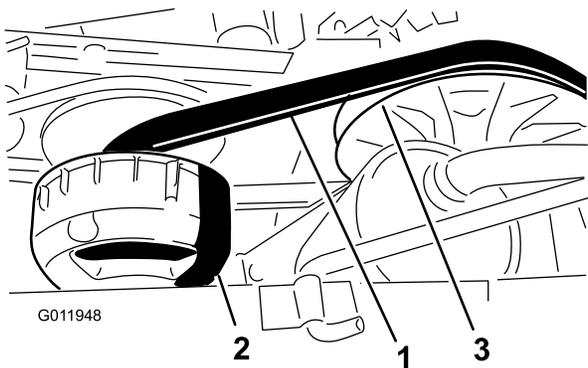

図 69
4. ベルト 図 69 を手で回転させながら、磨耗や破損がないかを点検する。
3. 2次クラッチを回しながら2次クラッチ部分でベルトを外す (図 69)。
4. 1次クラッチからベルトを外す (図 69)。
5. 新しいベルトを一次クラッチに掛ける (図 69)。
6. 2次クラッチを回しながら2次クラッチ部分でベルトを外す (図 69)。